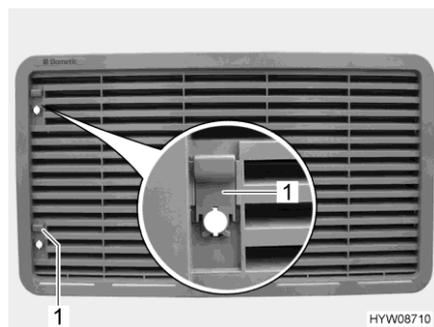

Fig. 132 Griglia di aerazione del frigorifero
- Spingere il cursore (Fig. 132,1) verso l'alto.